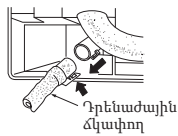

Fig. 2
- Եթե ներքին բլոկի հետ տրամադրվող դրենաժային ձկափողը շատ կարճ է, ապա օգտագործե՛ք համապատասխան երկարության հասանելի դրենաժային ձկափող (I): (Fig. 2)
3) Դու ըս քաշեք դրենաժային ճկափողը ներքին բլոկի ետնամասային ձախ կողմից: (Fig. 2)